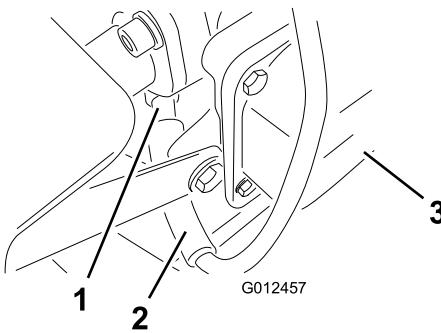

Figura 26
6. Desligue o cabo da vela de ignição (Figura 26).
3. Ligue o fio à vela de ignição (Figura 26).